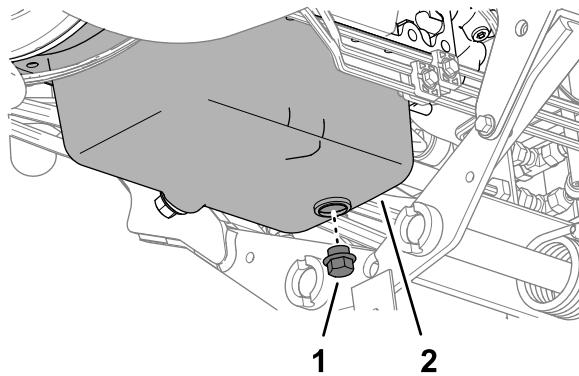

Figure 80
4. Retirez le bouchon de vidange (Figure 80) et laissez couler l'huile dans un bac de vidange.